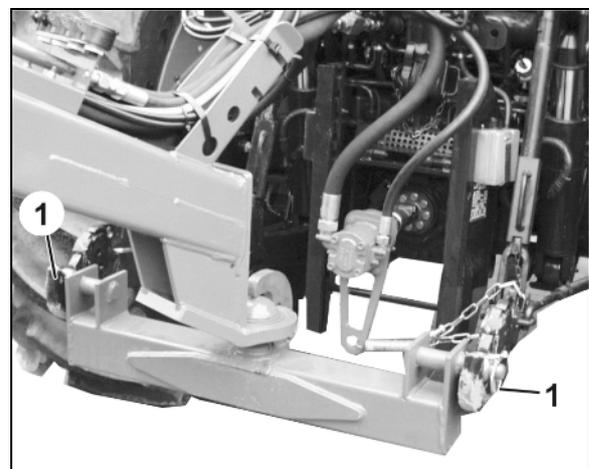

Fig. 33
2. Unterlenkerbolzen jeweils mit dem Klappstecker gegen unbeabsichtigtes lösen sichern (Fig. 33/1).